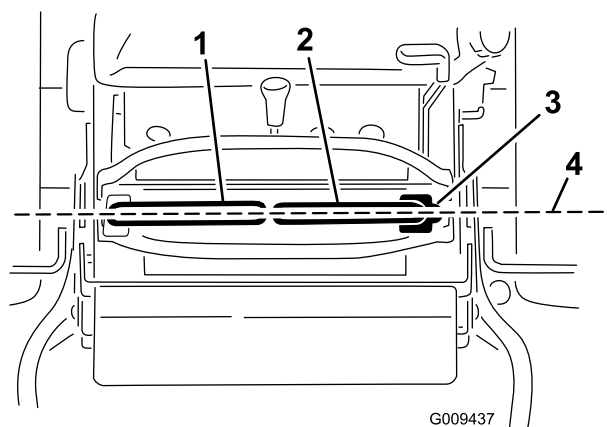

Figura 71
Importante: Controllate che l'allineamento del tosaerba sia giusto dopo aver regolato le leve di controllo del movimento. La messa a punto dell'allineamento e l'allineamento longitudinale delle leve di controllo del movimento sono la stessa procedura (Figura 71).
- Una volta completato l'allineamento orizzontale, controllate l'allineamento longitudinale (Figura 71).